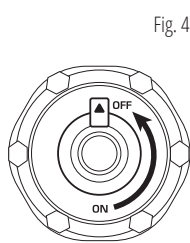

Fig. 4
6. Tras la parada del generador, deje que se enfríe y cierre el respiradero de aire del tapón de combustible (colóquelo en «OFF»), como se muestra en la Fig. 4).